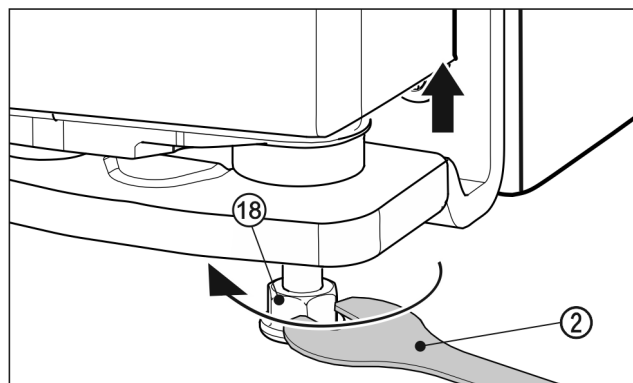

Fig. 33
- ▶ Zum Anheben der Tür den Stellfuß *Fig. 33 (18)* mit dem beiliegenden Gabelschlüssel *Fig. 33 (2)* rechtsherum herausdrehen. Im Auslieferungszustand ist der Lagerbolzen ganz eingedreht.